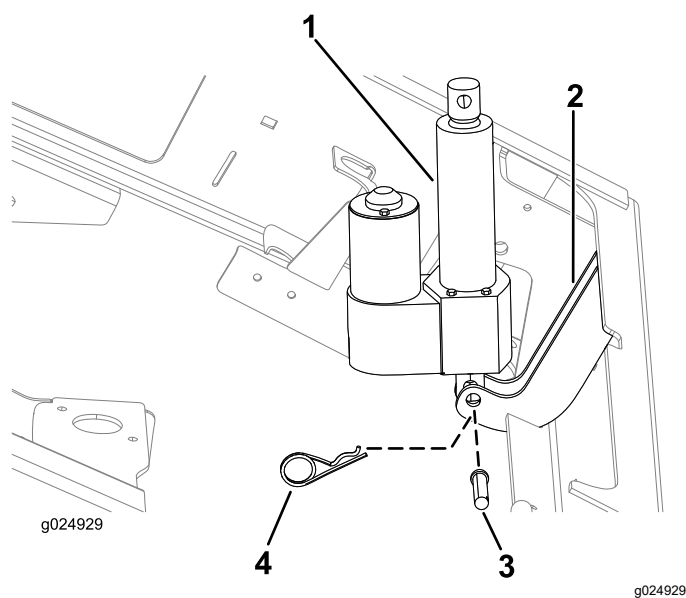

Figura 9
1. Allineate il foro nella parte di montaggio inferiore dell'attuatore di sollevamento con i fori nelle staffe di montaggio del telaio (Figura 9).
2. Fissate l'attuatore di sollevamento alle staffe di montaggio del telaio per mezzo del perno con testa (2¼") e della coppiglia (Figura 9).